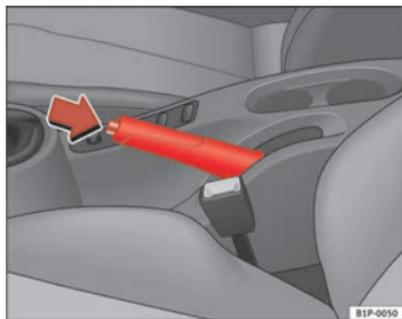

Fig. 130 Il freno a mano, ubicato tra i due sedili anteriori
- Tirare la leva del freno a mano verso l'alto ⇒ fig. 130.
- Tenendo premuto (nella direzione indicata dalla freccia ⇒ fig. 130) il tasto di sblocco, spostare prima la leva leggermente verso l'alto e poi abbassarla del tutto ⇒ ⚠.